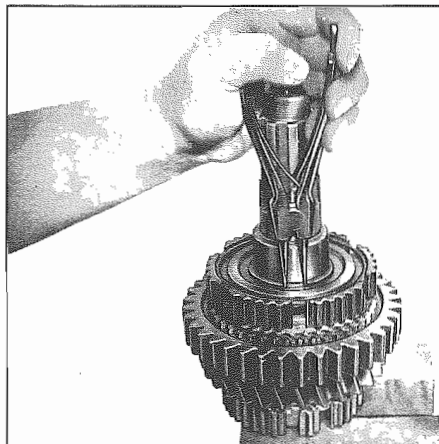

Fig. 21 - Togliere l'anello elastico di arresto
- Togliere l'anello elastico di arresto (415) (Fig. 21). Estrarre sotto una pressa l'ingranaggio della 1a marcia (421) col mozzo sincronizzatore (424). Smontare la gabbia a rullini (419). Girare l'albero primario di 180° ed estrarre alla pressa l'ingranaggio della 2a marcia (418) con il mozzo sincronizzatore (416).
- Remove circlip (415) (Fig. 21). Remove 1st gear wheel (421) with synchronizer (424) under a press. Remove needle cage (419). Turn main shaft by 180° and remove second gear wheel (418) with synchronizer (416) on press.
- Remove all seals and gaskets, as well as shaft sealing rings (203, 828), seals and O-rings from housing halves, tachometer cover, guide flange and shift housing (616).